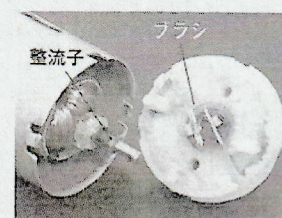

図5
⑤ 左側にあった導線が回転し右側に来ると、整流子により電流の流れが変わり、今度は下向きの力を受けることを確認させる。このくり返しによって回転し続けることを説明する。
⑥ 最後にモーターを分解し（下部のツメを開くと内部の構造を取り出せる）、磁石、コイルおよび整流子、ブラシを確認させる（図5）。